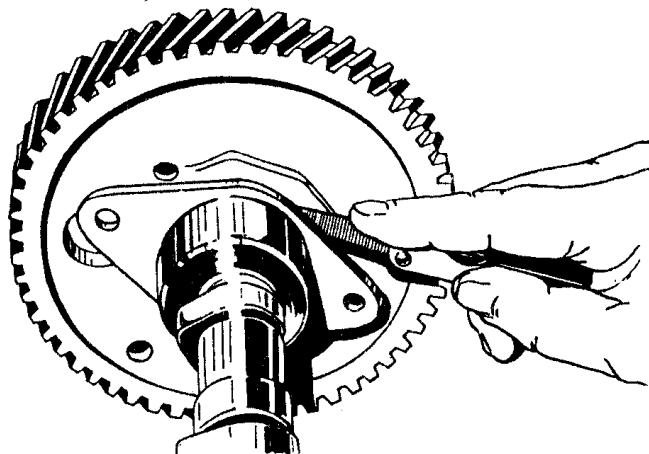

Рис.58. Проверка осевого зазора распределительного вала
- с помощью щупа, введенного между упорным фланцем и ступицей шестерни распределительного вала, измерить осевой зазор распределительного вала (рис.58). Зазор должен быть 0,08...0,26 мм.